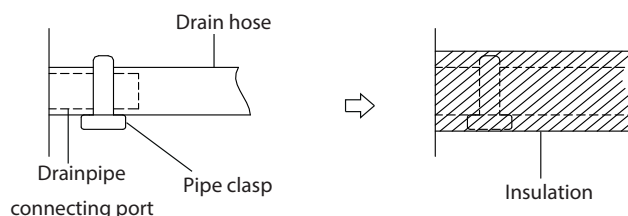

Fig. 26 – Installation du tuyau d'évacuation du module intérieur
2. Branchez l'extrémité du tuyau d'évacuation au tuyau de sortie de l'appareil. Gainez l'extrémité du flexible et fixez le flexible à l'aide d'une bride à tuyau (consultez la figure 26).